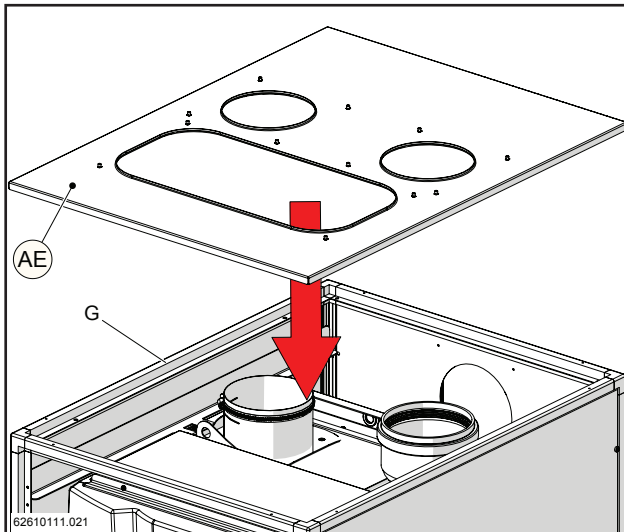

Figure 13-63
- 15.- Appliquer la couverture supérieure (AE) sur le châssis supérieur « G » et la fixer à l'aide des vis « B » (figure 13-63 et 13-64), au niveau des trous présents.